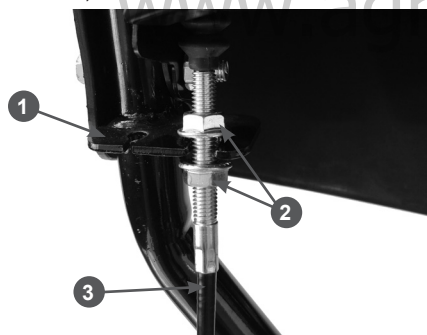
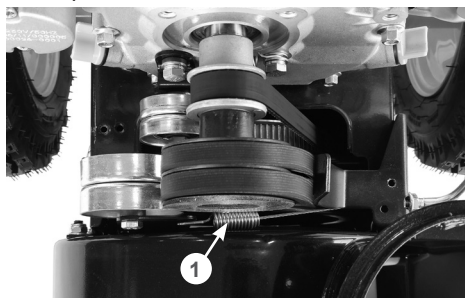

Рис. 7 Крепление оболочки троса включения шнеков
Рис. 8 Регулировка троса включения шнеков
- закрепите оболочку 3 троса в кронштейне 1 на задней стороне панели, как показано на Рис. 7, и закрутите гайки 2, не затягивая их.
растянута на 0,5 - 1 см (Рис. 8). При необходимости, отрегулируйте трос с помощью гаек 2 (Рис. 7). После регулировки затяните гайки;